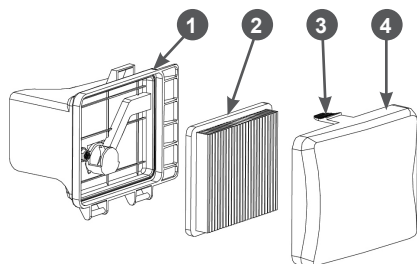

Рис. 19 Обслуживание воздушного фильтра
1. Нажмите на фиксатор 3 и снимите крышку 4 воздушного фильтра (Рис. 19).
2. Извлеките из корпуса 1 фильтрующий элемент 2 (Рис. 19).
4. Произведите очистку крышки 4 воздушного фильтра и корпуса 1, не допуская попадания пыли и грязи в воздуховод, ведущий к карбюратору (Рис. 19).